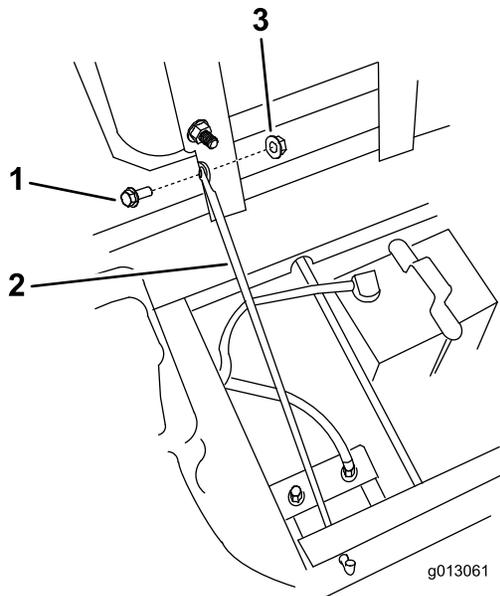

Figura 8
1. Inclíne el asiento hacia adelante y retire el perno y la tuerca de la varilla de retención del asiento (Figura 8).
9. Instale la varilla de retención del asiento con el perno y la tuerca que retiró anteriormente (Figura 8).